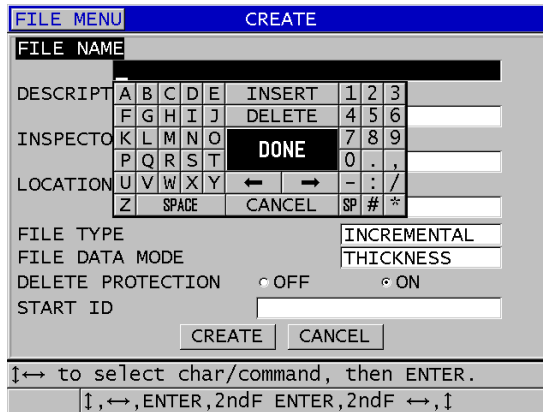

図 11-3 作成画面の例
3. 作成画面で、以下の操作を行います（182 ページの図 11-3 参照）。